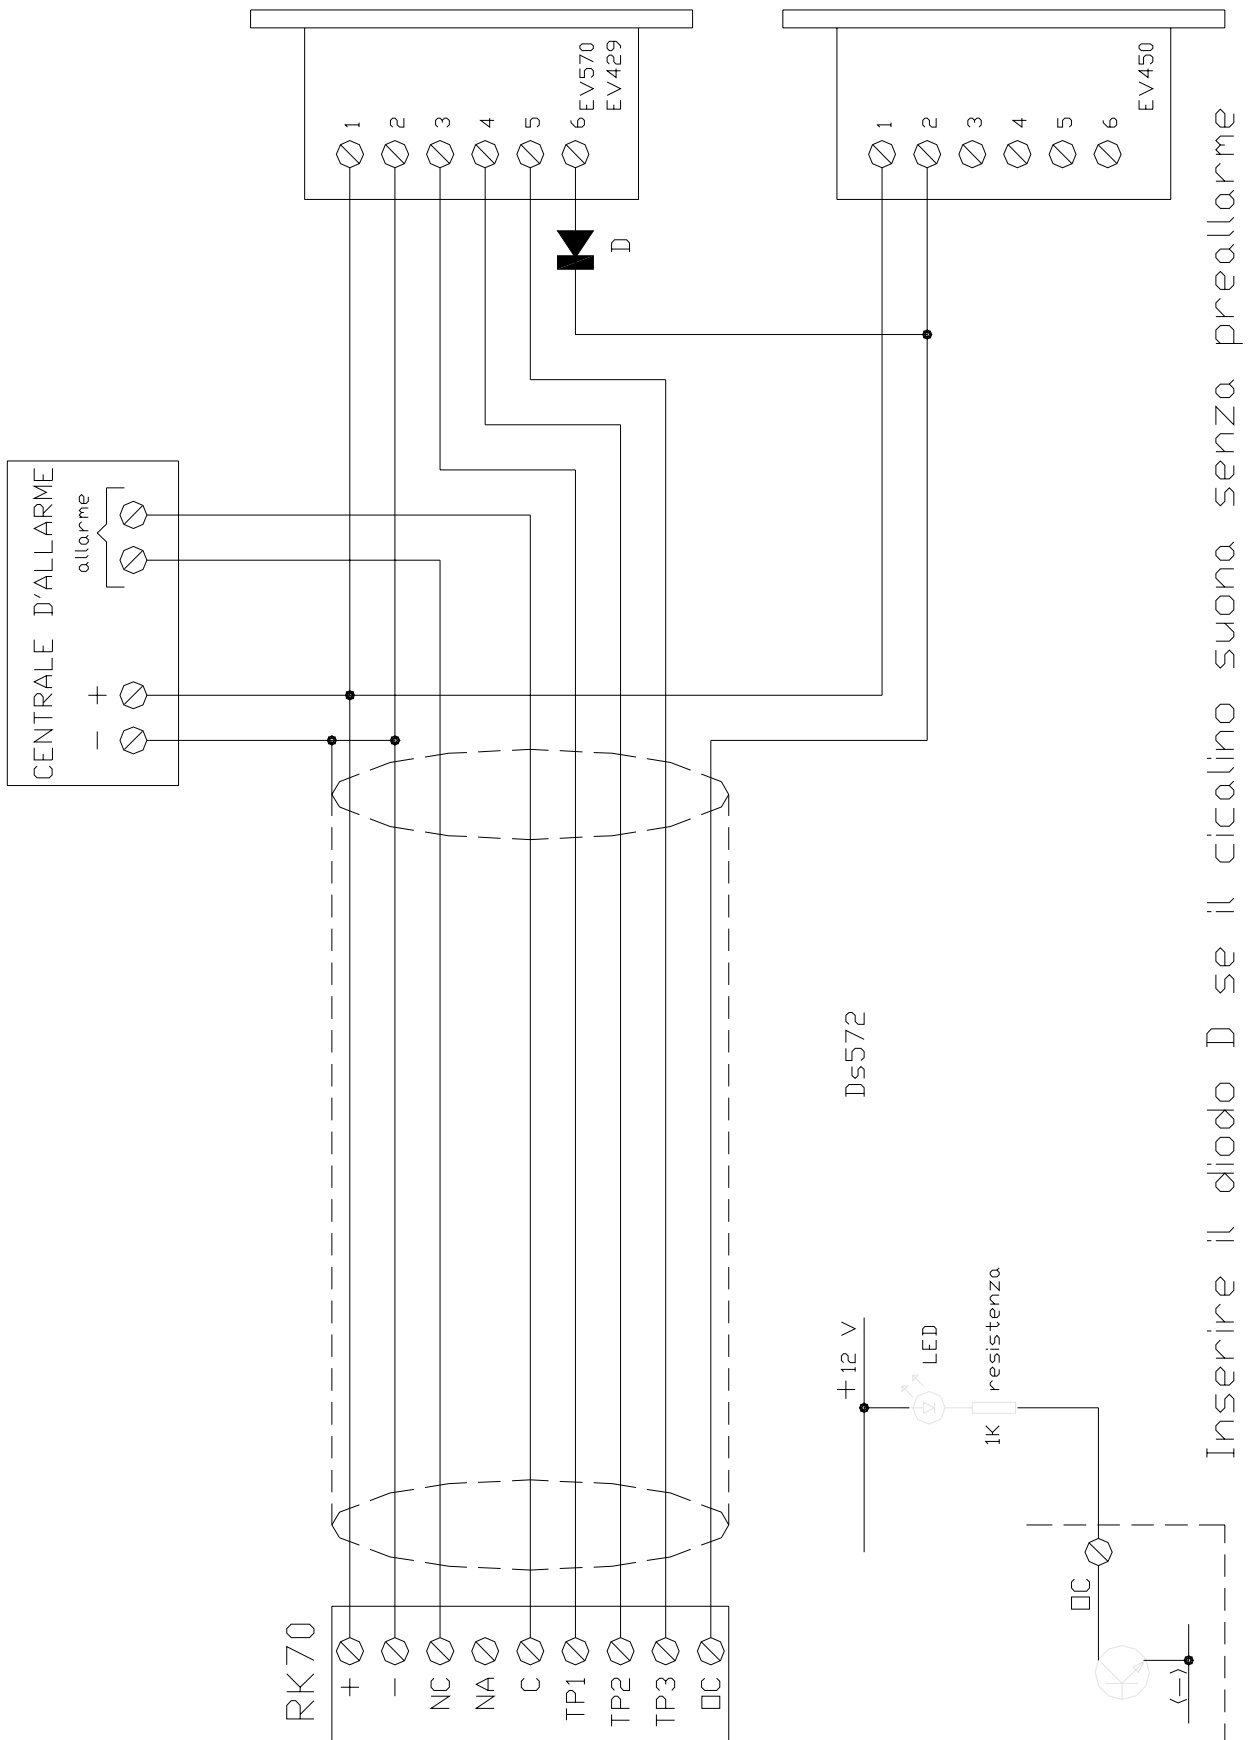

fig.9
9.2 - Fare attenzione che, se si vuole portare a distanza la regolazione della sensibilità, è necessario spostare il ponticello interno JP2 dalla posizione 2-3 alla posizione 1-2. In tal modo viene escluso il trimmer interno P4 per la regolazione della sensibilità e vengono attivati i morsetti di uscita TP2-TP3 per il collegamento col modulo esterno EV570 (vedi fig. 9)
- collegati a distanza come indicato nello schema di fig.9.